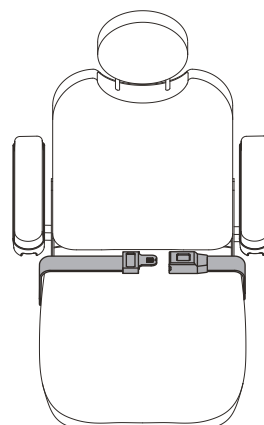

Figure 20. Ceinture de positionnement
Votre fauteuil motorisé peut être équipé d'une ceinture de positionnement réglable pour un meilleur confort. **Voir la figure 20.** La ceinture de positionnement, réglable, a été conçue pour soutenir et empêcher tout glissement vers le bas ou vers l'avant une fois assis. La ceinture de positionnement n'a pas été conçue pour être utilisée comme ceinture de sécurité.
1. Prenez place sur le siège, insérez la patte métallique d'un côté dans le boîtier de la boucle du côté opposé jusqu'à ce que le «clic» se fasse entendre. **Voir la figure 20.**